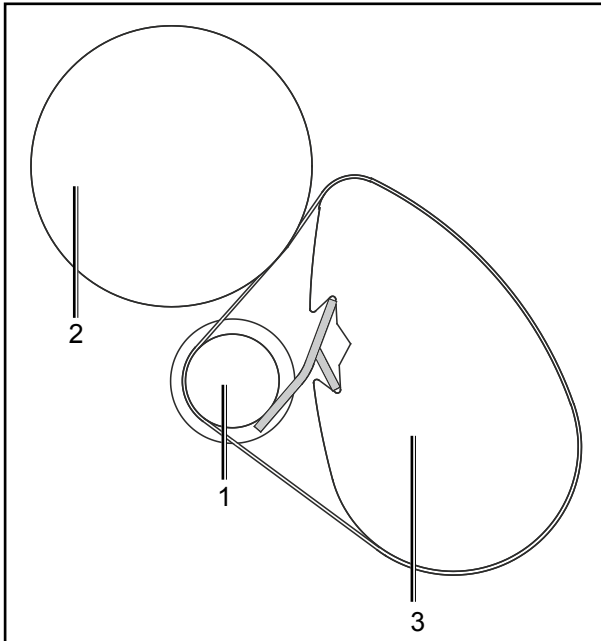

Fig. 1
A tela rotativa deve ser pressionada pelo cilindro inferior de saída (2) aprox. 0,2 mm (Fig. 1). Esta distância é garantida pela posição correcta da barra de desvio (1) no EliTube (3).